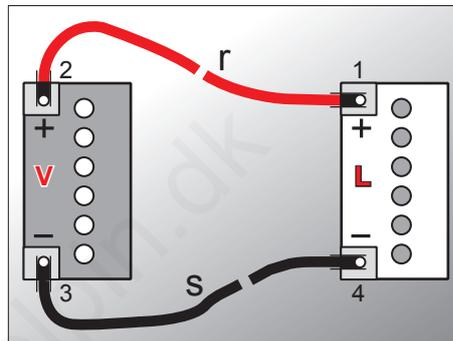

Fig. 126
1. Slut det røde startkabel pos. r (fig. 126) til det afladede batteris pluspol pos. L.
2. Slut det røde startkabel til det opladede batteris pluspol pos. V (fig. 126).